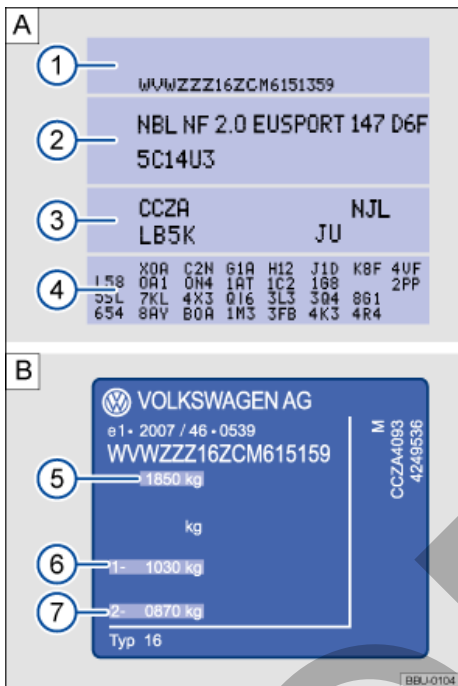

Fig. 190 **A** Adhesivo portadatos del vehículo.
El adhesivo portadatos del vehículo → fig. 190 A va pegado en el lado interior de la cubierta de este manual de instrucciones y en la pared trasera del maletero, detrás del guarnecido. En él figuran los siguientes datos:
- 3 Letras distintivas del motor y del cambio, referencia de la pintura, equipamiento interior. En el ejemplo, las letras distintivas del motor son "CPTA" → fig. 190.
En función del país y del modelo en cuestión, la placa de modelo se encuentra en la parte inferior del montante de la puerta del conductor o del acompañante → fig. 190 B. Se ve abriendo la puerta en cuestión. Los vehículos destinados a determinados países no llevan placa de modelo.